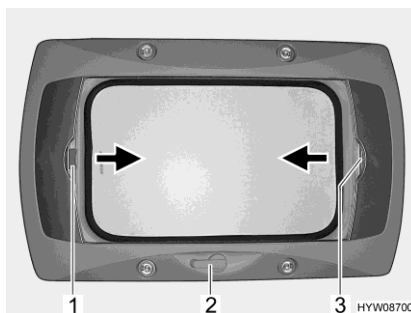

Fig. 73 Oblò a manovella
- Ruotare la manovella (Fig. 73,2) fino a quando non si incontra resistenza.
- Chiusura:* ■ Tirare la tendina oscurante pieghevole per la maniglia (Fig. 73,3) nella direzione della freccia fino alla posizione desiderata e rilasciare. La tendina oscurante pieghevole rimane in questa posizione.
- Chiusura:* ■ Tirare la zanzariera a rullo per la maniglia (Fig. 73,1) nella direzione della freccia verso la maniglia contrapposta della tendina oscurante pieghevole (Fig. 73,3) e farla innestare.
- Apertura:* ■ Tirare la maniglia della zanzariera a rullo (Fig. 73,1) dietro, verso l'alto, e sganciare la zanzariera a rullo dalla tendina oscurante pieghevole (Fig. 73,3).